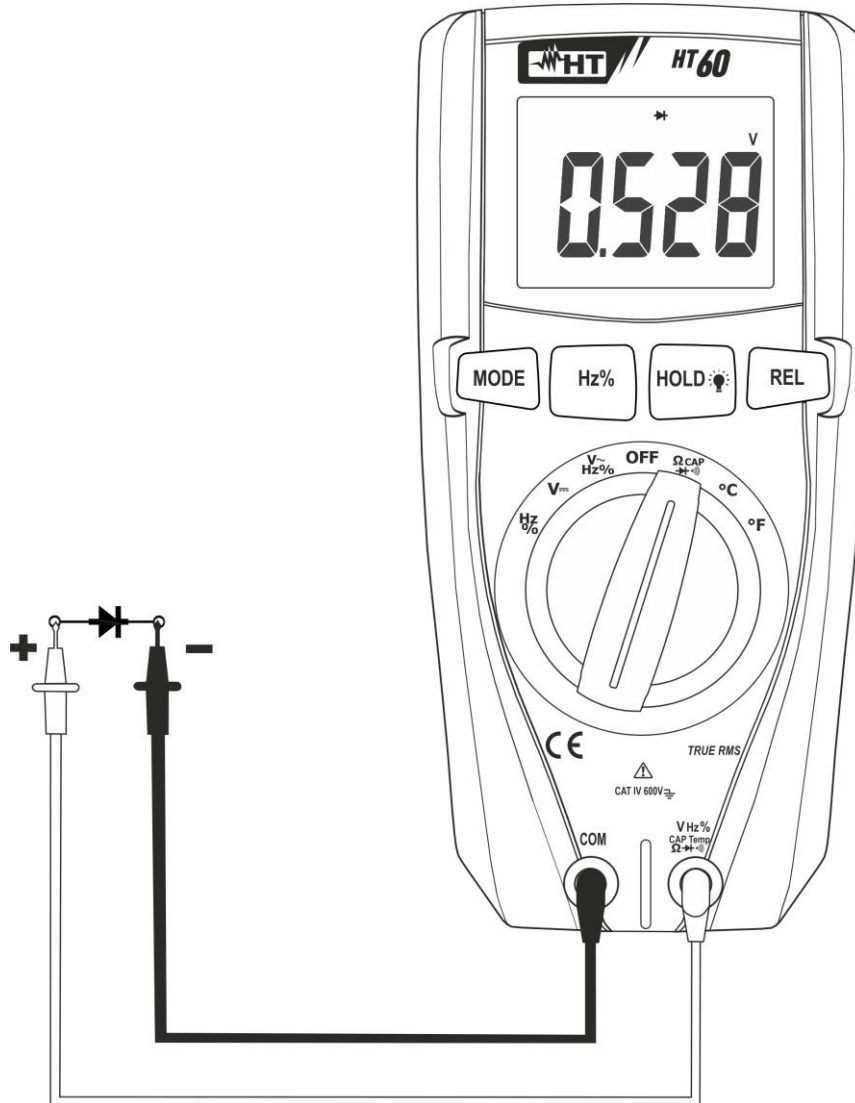

Fig. 5: Uso do instrumento para o Teste de díodos
4. Colocar as ponteiros nas extremidades do díodo em exame respeitando as polaridades indicadas (ver Fig. 5). O valor da tensão do patamar em polarização direta é apresentado no display
6. Se o instrumento apresenta a mensagem "**O.L.**" os terminais do díodo estão invertidos em relação ao indicado na Fig. 5 ou a junção P-N do díodo está danificada